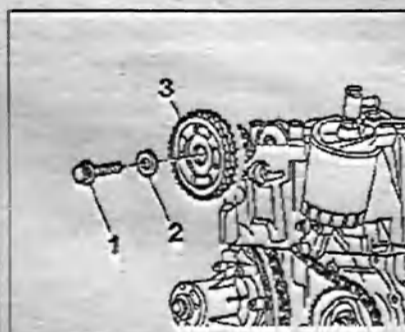

Рис. 4.26. Открутите болт 1 и снимите его вместе с прокладкой 2.
- открутите болт 1 и снимите его вместе с прокладкой 2 (рис. 4.26). Снимите звездочку распределительного вала 3 и опустите цепь вниз;